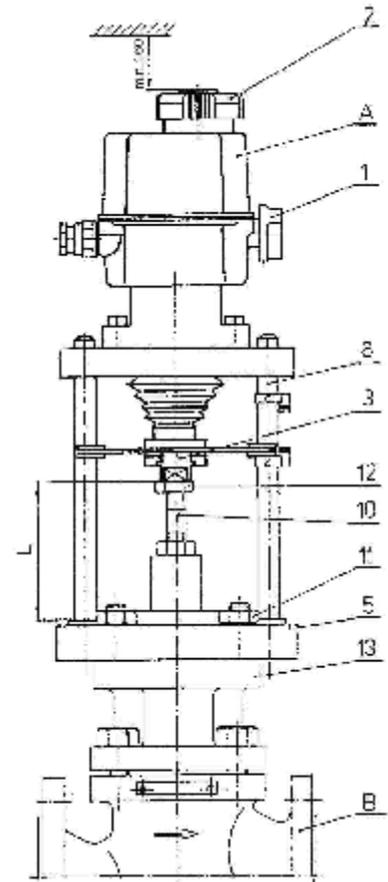

Рис. 5
2.1.1 Механическое присоединение с фланцем типа TGL (рис. 5)